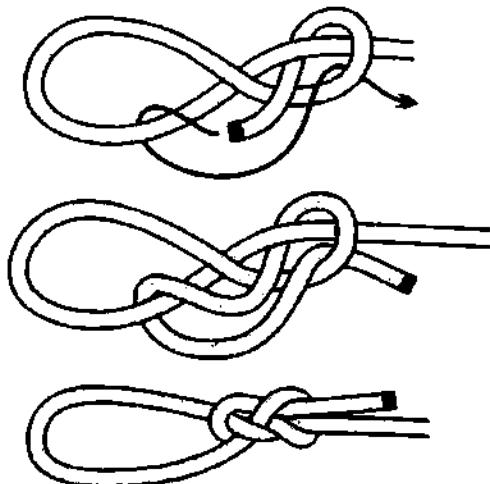

Рис. 406. Зашемляющий узел.
**Зашемляющий узел** – такой же надёжный узел, как и **перекрёстный зажим** (рис. 406). Чтобы отрегулировать петлю, узел предварительно необходимо ослабить. На жёсткой верёвке петлю можно отрегулировать, не ослабляя узел, сдвигая его рукой.